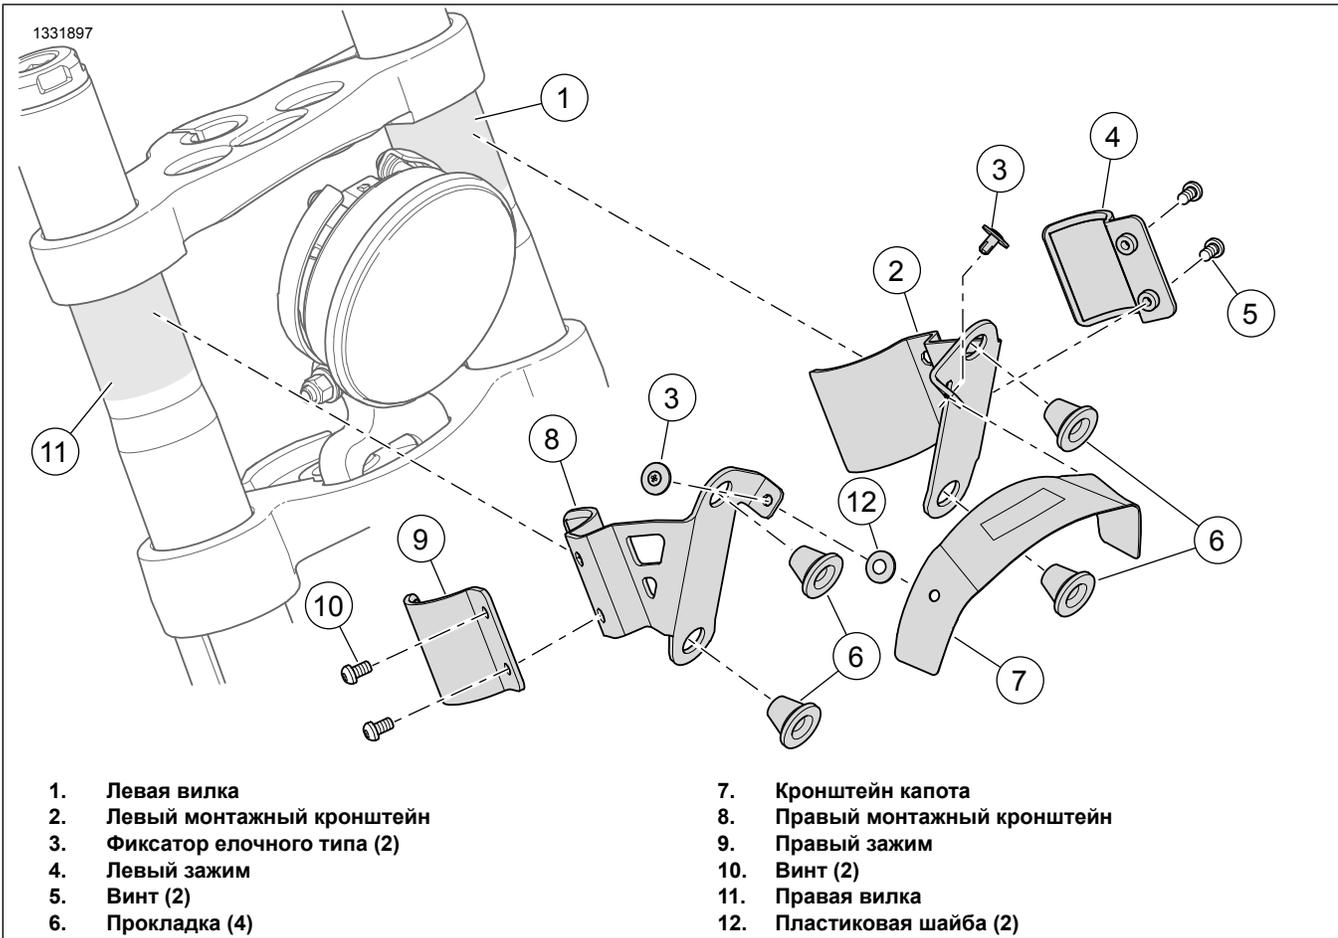

Рисунок 6. Кронштейн в сборе
2. Рисунок 6 Установите левый монтажный кронштейн в сборе.
- a. Протрите место установки левой вилки (1).
- b. Свободно установите левый монтажный кронштейн (2), зажим (4) и винты (5).
- a. Протрите место установки правой вилки (11).
- a. Приклейте пластиковую шайбу (12) к каждому отверстию кронштейна капота (7).
- b. Совместите отверстия для крепежа в левом и правом кронштейнах (2 и 8) в сборе с кронштейном капота (7).
- c. Убедитесь, что кронштейн капота (7) отцентрирован на фаре.
- d. Установите фиксаторы елочного типа (3), когда все кронштейны будут выровнены правильно.